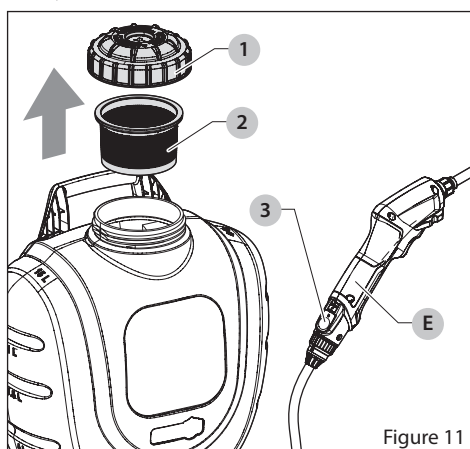

Figure 11
1. Assurez-vous que l'outil de lance électrique (E) est éteint et retirez la lance électrique. Voir Figure 11.
2. Enlevez le chapeau (1) et le panier filtre (2), et videz ce qui reste de substance chimique du réservoir dans un contenant qui convient pour une utilisation future ou mettez-le au rebut selon les directives du fabricant de la substance chimique.
5. Réinstallez le flexible et la lance électrique (E) et appuyez sur le bouton d'alimentation (3) pour mettre le pulvérisateur en position « ON » (Marche).
11. Une fois que le pulvérisateur est sec, retournez-le à l'endroit et réinstallez le bouchon (1) et le panier-filtre (2) pour empêcher les débris de pénétrer dans le réservoir.